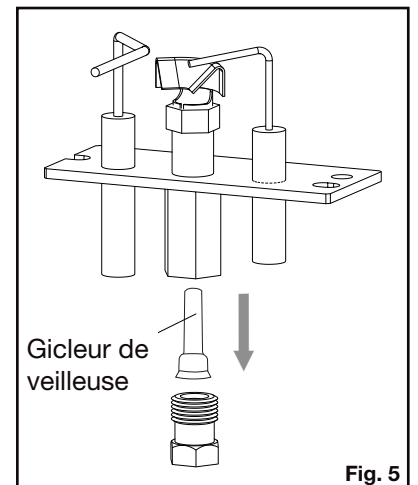

Fig. 5
- ☐ 9. Retirez les 2 vis qui fixent l'écran de la veilleuse et la veilleuse. À l'aide d'une clé de contre-appui, retirez le tube de veilleuse par dessous la veilleuse. Remplacez le gicleur de veilleuse par celui fourni, puis réinstallez le tube de veilleuse (**Fig. 5**). Réinstallez la veilleuse sur le support avec l'écran.